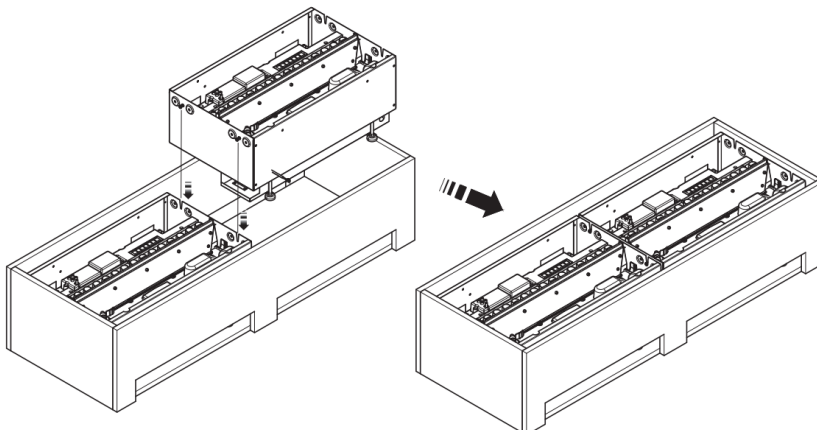

Fig. 19
2. Setzen Sie das zweite Produkt neben das erste Produkt und achten Sie darauf, dass die herausragenden Schrauben des zweiten Produkts in die Schlitzlöcher des ersten Produkts passen. (Abb. 19)